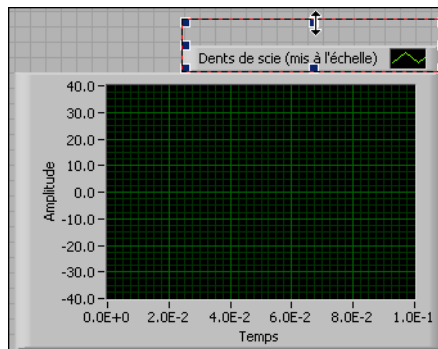

Figure 1-11. Extension de la légende de la courbe
2. Quand votre curseur apparaît sous la forme d'une double flèche, représentée dans la figure 1-11, cliquez et faites glisser le bord de la légende jusqu'à ce que le second nom de courbe apparaisse.